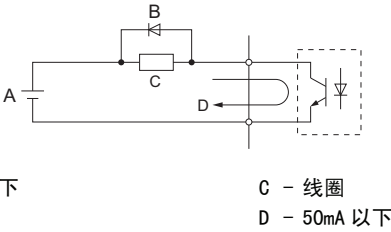

图 29 旁路二极管的连接
- <2> 驱动继电器线圈等电抗负载时，请务必如图 29 所示，插入旁路二极管。请选择额定值高于回路电压的旁路二极管。